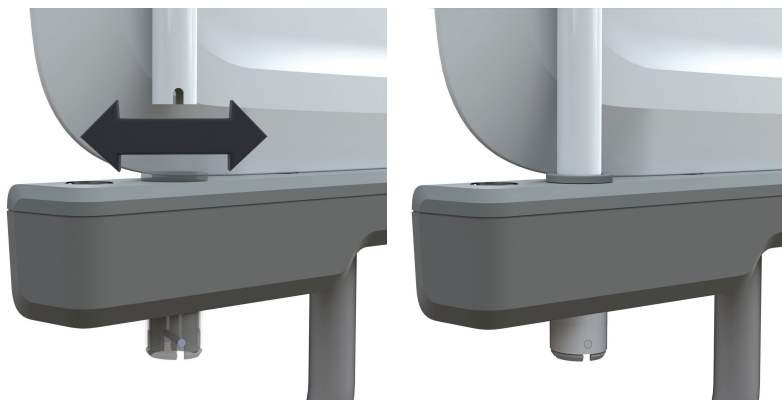

Figura 34 – Ataşarea sau îndepărtarea stâlpului pentru ridicare
1. Centraţi şi introduceţi stâlpul pentru ridicare într-unul din cele două manşoane auxiliare (Figura 34).